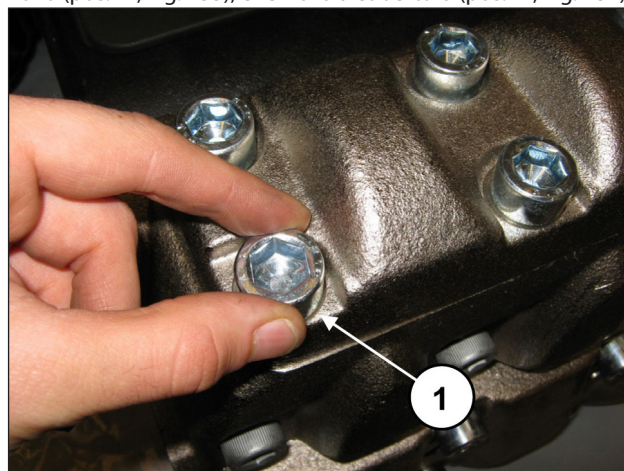
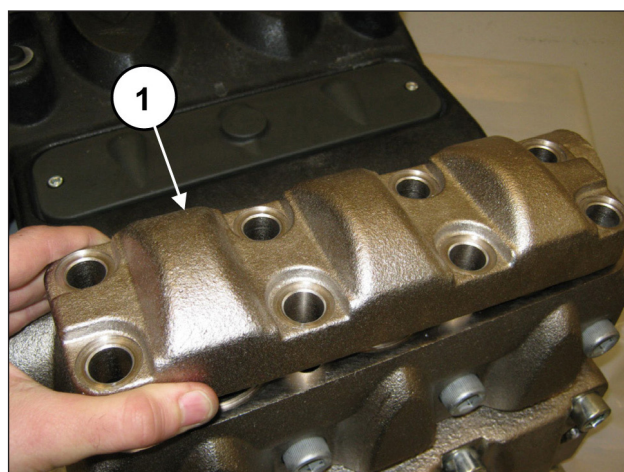

Fig. 133
Fig. 134
Solte os oito parafusos M16x45 da cobertura da válvula de fluxo (pos. ①, Fig. 133), e remova a cobertura (pos. ①, Fig. 134).